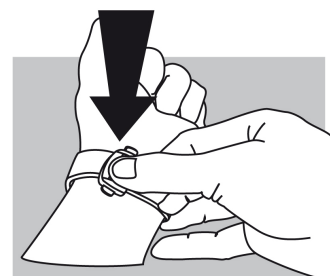

fig. 2
**Chiusura (fig. 2):** allacciare al polso l'orologio OMEGA e richiudere la fibbia premendo con il pollice. Attenzione a premere bene fin quando si sente un "clic" (fig. 2).